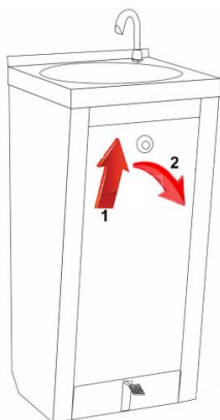

Fig. 7
- Pour le retirer, placez votre doigt dans le trou supérieur et tirez verticalement (1 vers le haut), puis tirez vers l'extérieur (2), comme indiqué à la figure 7.